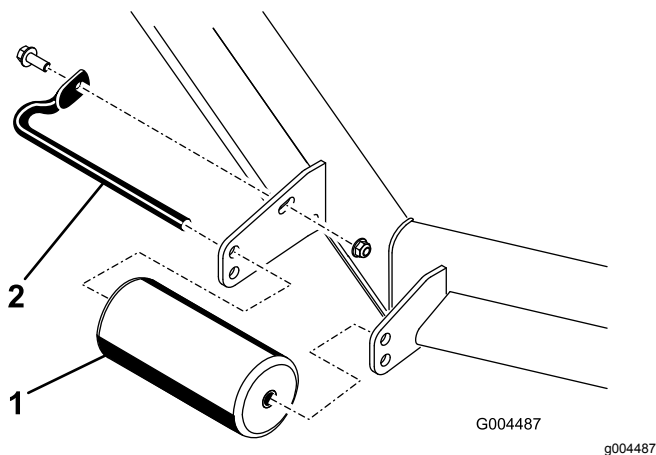

Bild 11
- A. Nehmen Sie die Schraube und die Mutter ab, mit denen die Rollenwelle an der Mähwerkhalterung befestigt ist (Bild 11).